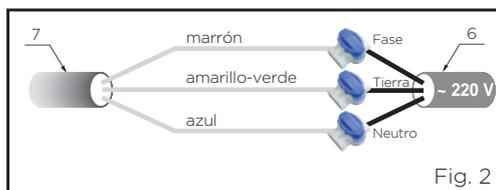

Fig. 2
- Desatornillar el tornillo (1);
- Empujar la cubierta (2) para tener acceso a la abrazadera (4);
- Aflojar los cuatro tornillos (3) ("hex" 8 mm);
- Fijar la luminaria en la consola (5) hasta el tope en la abrazadera (4) de tal manera, para que el cable de alimentación (6) pase a través de la abrazadera (4);
- Apriete los cuatro tornillos (3);
- Conectar el cable (6) al cable de alimentación (7) (respetando los requisitos de color de cableado: PE-Tierra - amarillo-verde; L-fase - marrón; N-Neutro-azul) a través de tres juntas Scotchlok 314 (8), utilizando las herramientas manuales - alicates (Fig. 2);
- Colocar los cables en el espacio libre y cerrar la cubierta (2). Apriete el tornillo (1).